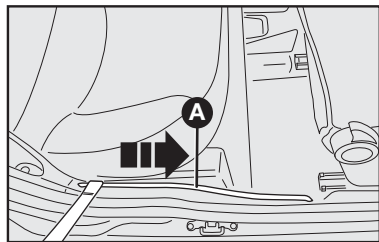

fig. 21
**percorrido toda a extensão da guia de movimentação A—fig. 21), Evitando folgas que possam afetar a funcionalidade do cinto, no evento de uma colisão.**